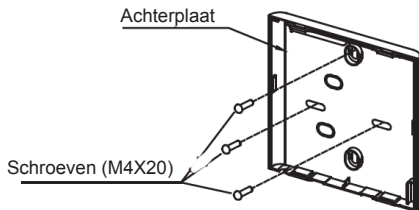

Fig. 3-5
- Bevestig bij een directe bevestiging op de wand de achterplaat aan de muur met de 3 schroeven (M4X20) en pluggen. (Fig. 3-5)